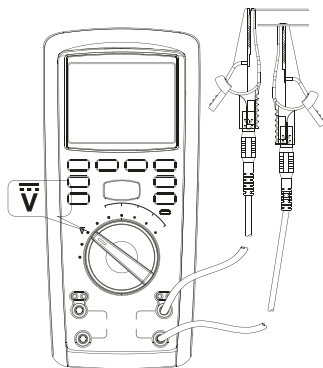

Рис. 4 Измерение напряжения постоянного тока
8.2 Измерение напряжения постоянного тока (см. рис. 4)